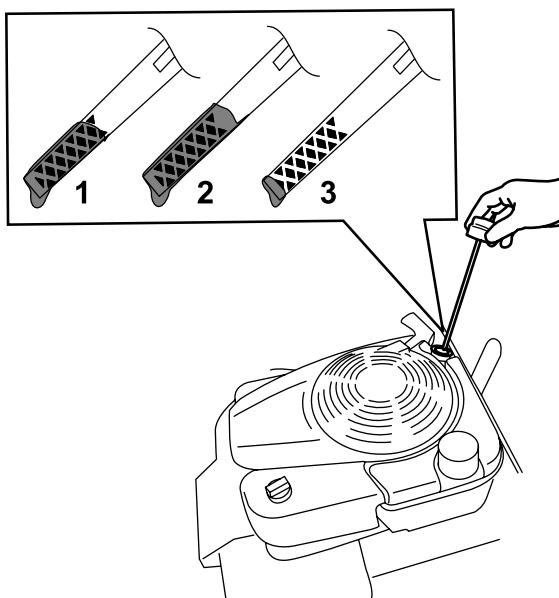

Figura 29
3. Retire a vareta rodando-a no sentido contrário ao dos ponteiros do relógio e puxando-a para fora (Figura 29).
10. Leia o nível de óleo na vareta (Figura 29).